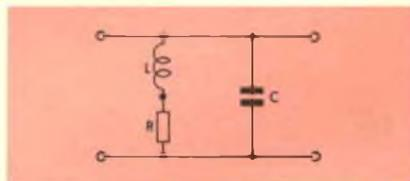

Fig. 1 - Filtro classico L, C, R.
**C**ome è noto i filtri sono dei quadripoli; uno dei filtri più noti è il tipo LCR (fig. 1) per il quale è valida la ben nota seguente relazione: